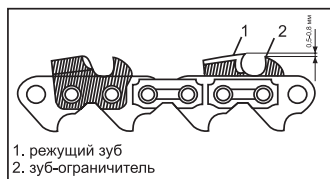
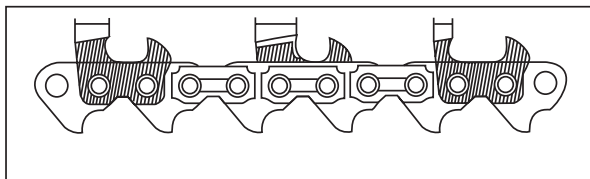

рис.3
рис.4
4.3 Звено цепи состоит из двух зубьев: режущего зуба и зуба-ограничителя (рис. 3). Насколько эффективно будет происходить процесс пиления зависит от разницы в высоте между режущим зубом и зубом-ограничителем. Оптимально, когда режущий зуб выше зуба-ограничителя на 0,5 – 0,8 миллиметра.
Заточку цепи необходимо начинать с заточки режущих зубьев 1 (рис. 3) Затачивайте зубья равномерно, вначале каждый второй зуб с одной стороны, потом каждый второй зуб с противоположной стороны. Длина режущих зубьев должна быть одинаковая, различная длина не допускается и может привести к нежелательным последствиям (рис. 4).